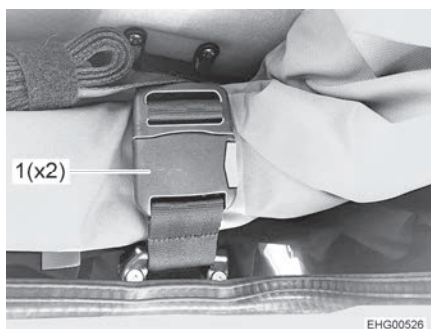

Bild 87 Bältlås
- Öppna båda bältlåsen (Bild 87,1).